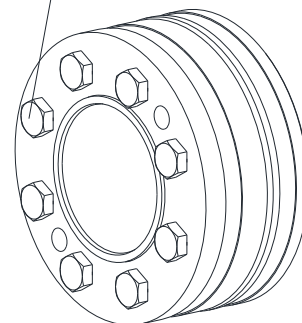

Fig. 18 : Montage du moyeu à frette de serrage et de la frette de serrage
- Desserrez légèrement la vis de serrage (composant 6) et retirez légèrement la frette de serrage (composant 1.2) du moyeu, de sorte que la frette de serrage repose de manière lâche (voir figure 18).